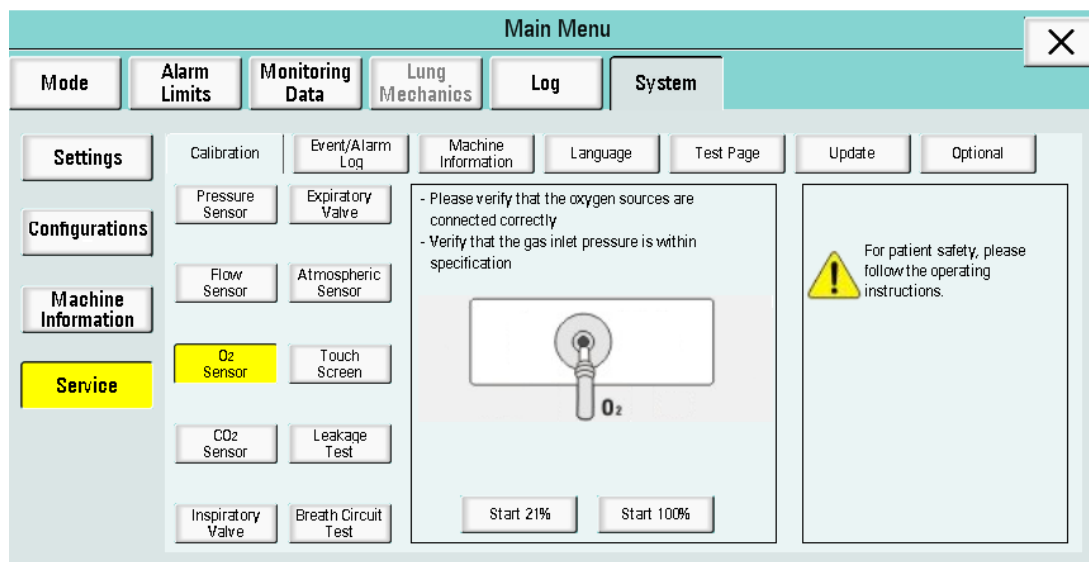

Figura 6-62
(3) Calibração do sensor de O₂: Clique em "Sensor de O₂" para entrar na interface. Uma mensagem é exibida: "Verifique se a fonte de oxigênio está conectada corretamente. Verifique se a pressão de entrada de gás está dentro da especificação." Uma legenda também será mostrada. Existem duas teclas abaixo da legenda: "Iniciar 21%" e "Iniciar 100%". Escolha a tecla necessária e clique, como mostra a Figura 6-62. O procedimento restante é igual ao descrito acima.